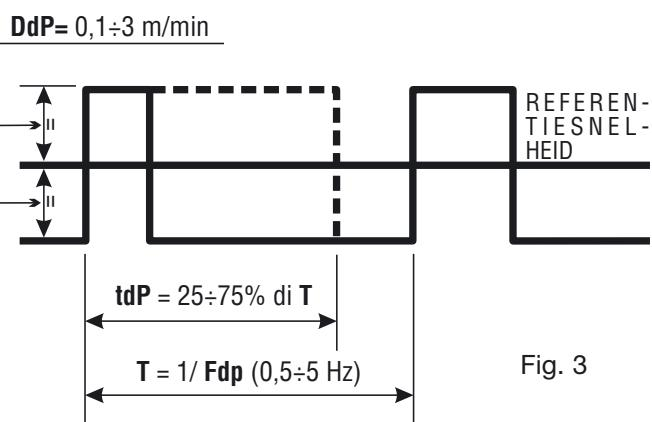

Fig. 3
D) Draai aan de knop **AI tot het display de afkorting **tdP** weergeeft. Dit is de duur van de hoogste draadsnelheid, d.w.z. de hoogste lasstroom. Deze wordt uitgedrukt als een percentage van de tijd die wordt gewonnen met de frequentie **Fdp** (fig. 3).**